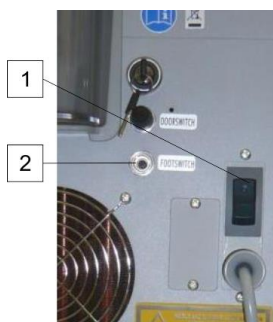

Рисунок 4.1:
- Проверьте и убедитесь, что главный выключатель (расположенный сзади устройства, см. рисунок 4.1) выключен.
- Подключите соединитель педали к соответствующему разъему на задней стороне устройства (см. рисунок 4.1).
- На задней стороне устройства переключите главный выключатель в положение ON (вкл) и поверните ключ в выключателе с ключом в горизонтальное положение ON (вкл) (см. рисунок 3.2 и рисунок 4.1). После процедуры запуска начнется процедура самопроверки и система проверит правильность работы устройства. После самопроверки отобразится информационное сообщение с результатом самопроверки системы. После этого на сенсорном экране системы отобразится окно запуска с логотипом Fotona.